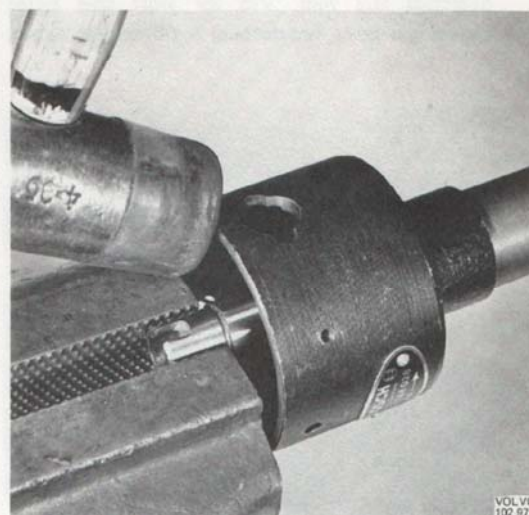

Bild 3-40. Demontering av låsring
3. Koppla loss fjädrarna till centrifugalregulatorn samt märk upp hur brytarkammen sitter i förhållande till fördelaraxeln. Spänn fast brytarkammen i ett skruvstycke med mjuka backar. Slå försiktigt på fördelarhuset med en plastklubba, bild 3-40, tills låsringen lossnat.